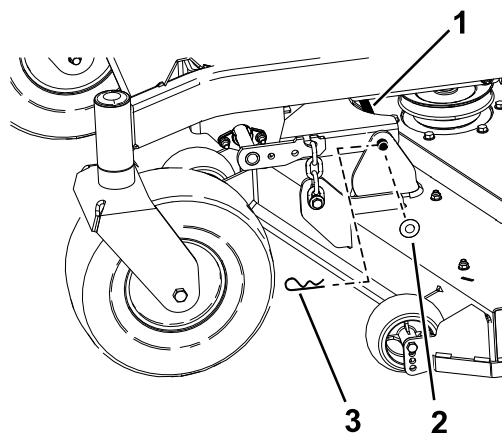

Рисунок 76
6. Снимите игольчатый шплинт и шайбу крепления соединительного пальца к раме и деке и снимите соединительную штангу (Рисунок 76).
9. Закрепите соединительный палец с помощью ранее снятых игольчатых шплинтов и шайб (Рисунок 76).